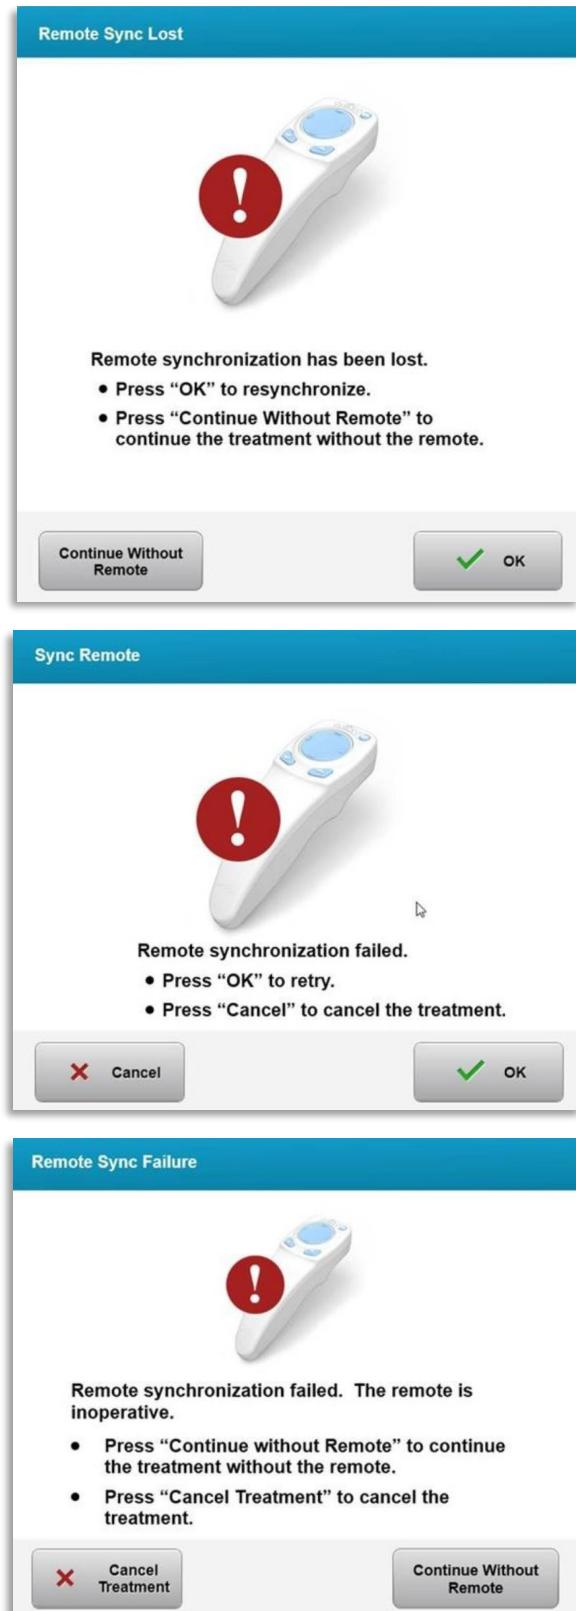

Bild 4-1. Öppna batteriluckan
- KXL-systemet använder en fjärrkontroll med utbytbara batterier. För att byta ut batterierna i fjärrkontrollen ska du skjuta fjärrkontrollens framsida bakåt medan du trycker fjärrkontrollens baksida i motsatt riktning. Se bild 4-1.
- Bild 4-1 visar vägledning på skärmen för KXL-system där den ursprungliga fjärrkontrollen används. Bild 4-2 visar vägledning på skärmen för KXL-system där den uppdaterade fjärrkontrollen används.